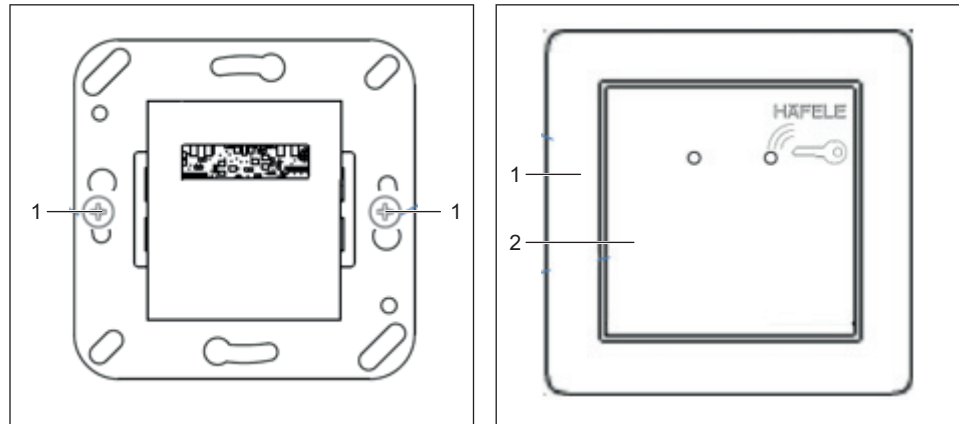

Fig. 16: Instale o leitor WRU 220 na caixa para interruptor Fig. 17: Leitor WRU 220 com aro interruptor
3. Instale o leitor à caixa para interruptor pré-instalada (Fig. 16).